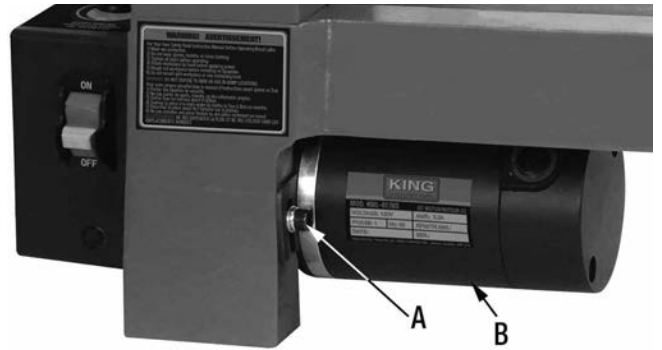

FIGURE 10
1. Desserrez ou retirez le boulon à tête cylindrique (A) Fig.10 qui fixe le moteur (B).
5. Réinstallez une courroie de rechange identique dans l'ordre inverse. Une fois que la courroie est installée, tensionnez la courroie en abaissant le moteur et en le fixant avec le boulon à tête cylindrique (A). Fig.10.